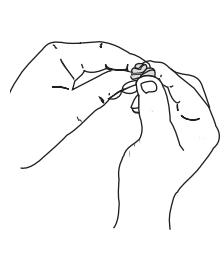

Fig. 24
- Pressez le filtre pour répartir et drainer l'excédent d'huile (Fig. 24).